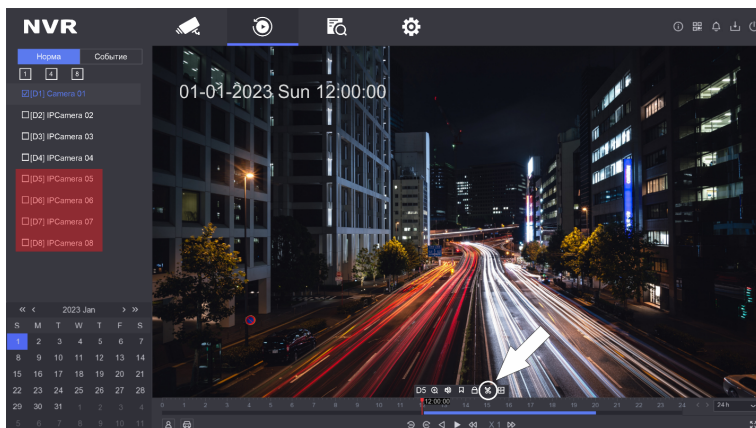

Рисунок 22 - Создание видеоклипа для копирования на внешний носитель информации
7.15.7 Для сохранения отрезка видео на внешний USB-накопитель наведите указатель мыши на область [видео]. Во всплывающем меню [Создание Видеоклипа] нажмите на пиктограмму с изображением ножниц (рисунок 22).